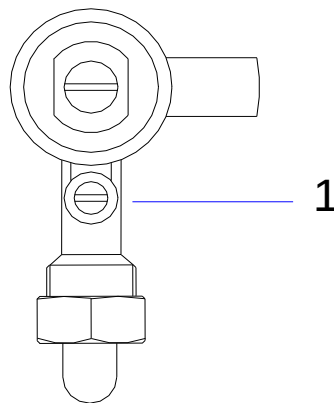

Fig.8
- A travers l'orifice du cache de commandes introduisez un tourne-vis et tournez le vis (1) Fig 8. dans le sens des aiguilles d'une montre pour réduire le minimum jusqu'à le maximum ou en sens contraire $\frac{1}{2}$ tour pour G30/G31 et 2 tour pour augmenter le minimum.